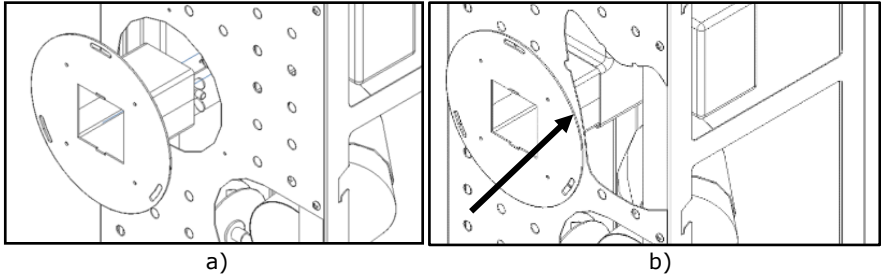

Figure 73 – Emboîtement guide d'air
h) Monter le raccord « guide d'air canalisable » à l'arrière de l'appareil en s'assurant qu'il s'insère à l'intérieur de l'orifice de sortie d'air du ventilateur (Figure 73-b).